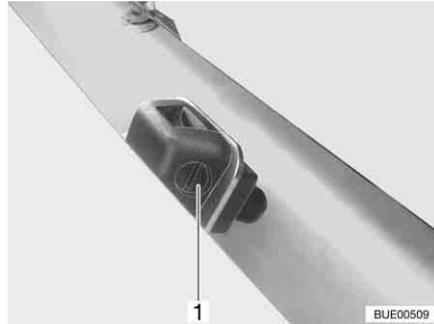

Bild 30 Scheibenwaschdüse
- Mit einem geeigneten Schraubendreher an der Stellschraube (Bild 30,1) drehen, bis die gewünschte Stellung erreicht ist.